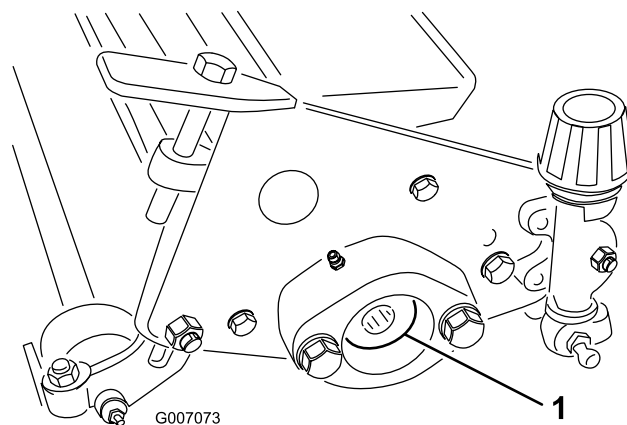

Figura 12
1. Desaperte os (2) parafusos e anilhas que prendem o contrapeso na extremidade da unidade de escarificação. Remova o contrapeso.
2. Desaperte os (2) parafusos que prendem o motor do cilindro na outra extremidade da unidade de escarificação. Remova o motor do cilindro.
3. Remova os (2) parafusos e anilhas que prendem as caixas de rolamentos do cilindro a cada extremidade da unidade de escarificação (Figura 12).